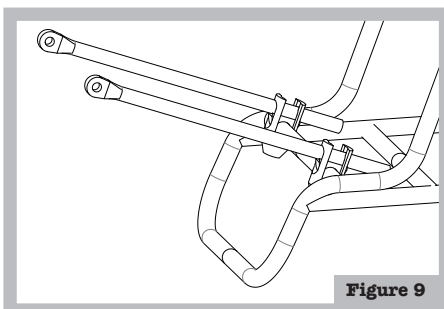

Figure 9
- La figure 9 montre l'assemblage des cales de tubes et des coulisseaux. Serrez les vis de fixation M8 juste assez pour maintenir l'assemblage. Gardez suffisamment de jeu pour permettre l'ajustement lors de l'installation (figure 9).